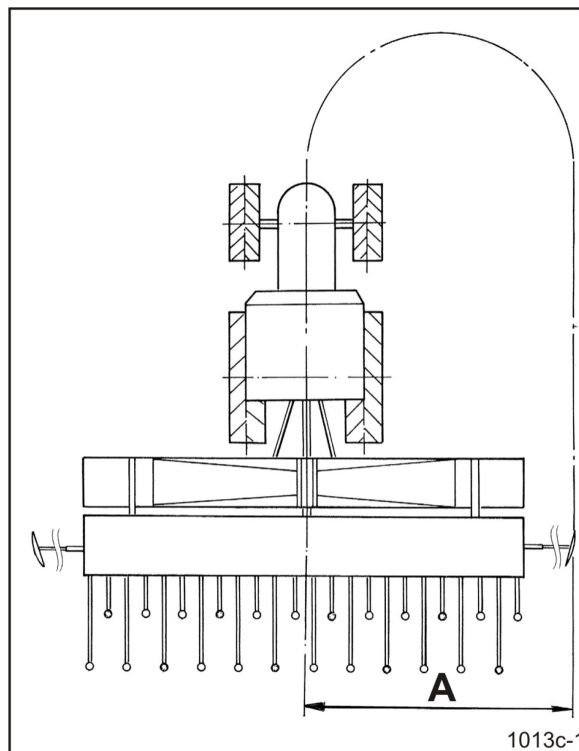

Fig. 92
4. Spuranreißerlänge auf Abstand „A“ (Fig. 92) einstellen.
Gemessen wird der Abstand A (Fig. 92)